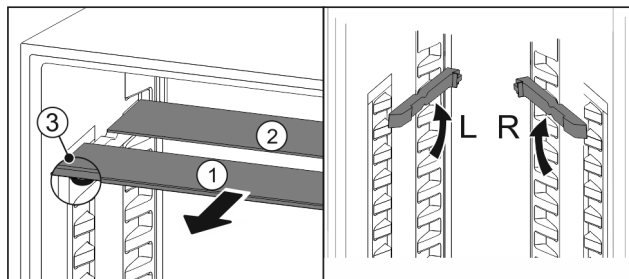

Fig. 97
- ▶ Húzza ki Fig. 97 (1) előre az üveglapokat egyesével.
- ▷ Az üveglap Fig. 97 (1) a díszléccel előre néz.
- ▷ Az ütközők Fig. 97 (3) lefelé mutatnak.